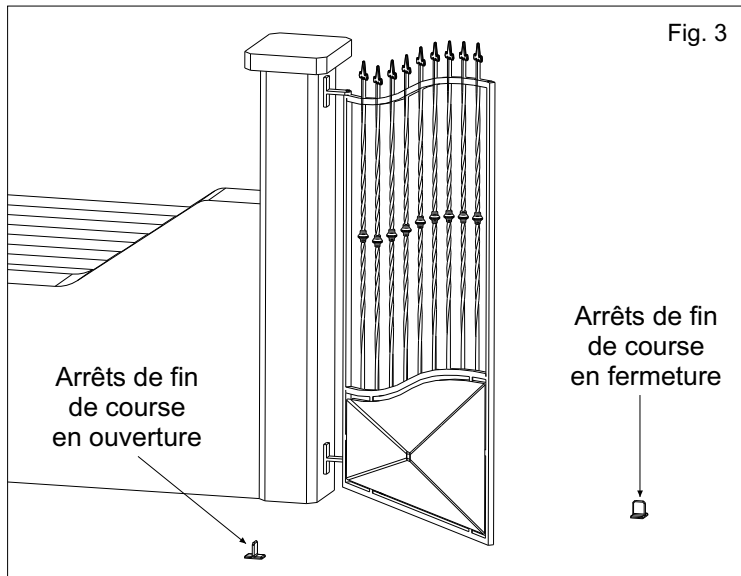

Fig. 3
- B.** Le poids de chaque vantail ne dépasse pas 400 kg (Compact 400), 800 kg (Compact 800-800 24V) voir graphique (A);
- E.** Dès qu'il n'y a pas des fins de course dans l'actuateur, il faut installer des arrêts mécaniques de fin de course sur le sol en fermeture et en ouverture (Fig.3).